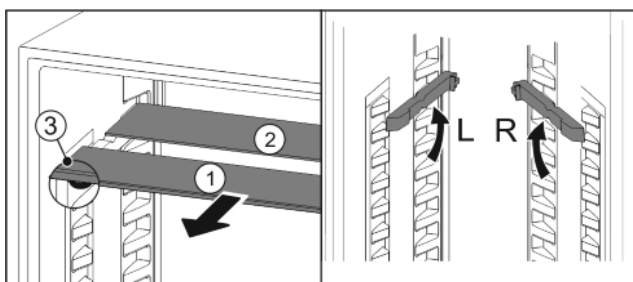

Fig. 20
- Skleněné desky jednotlivě vytáhněte dopředu Fig. 20 (1).
- ▷ Skleněná deska Fig. 20 (1) s ozdobnou lištou leží vpředu.
- ▷ Zářázky Fig. 20 (3) směřují dolů.